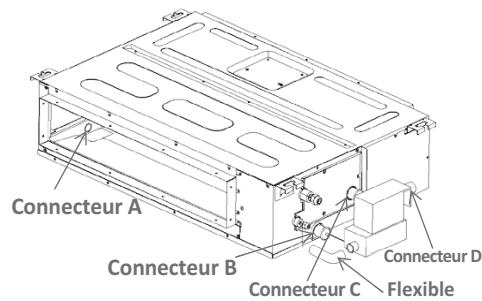

Fig. 31 – Installation de la pompe de relevage de condensat – capacité de 18K
- Branchez le tuyau d'évacuation au raccord d'évacuation D (voir la figure 31).